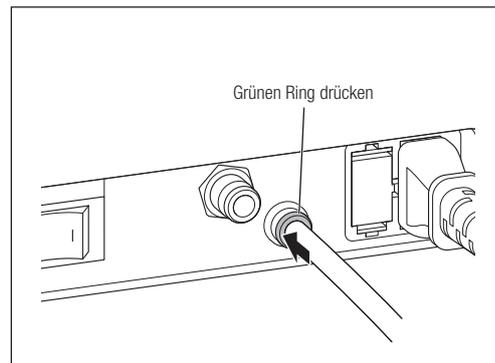

Abb. 11
- 4) Um den Wasserschlauch vom Wasserschlauchanschluss zu entfernen, ziehen Sie den Wasserschlauch heraus, während Sie den grünen Ring in Richtung der Steuereinheit drücken (Abb. 11).